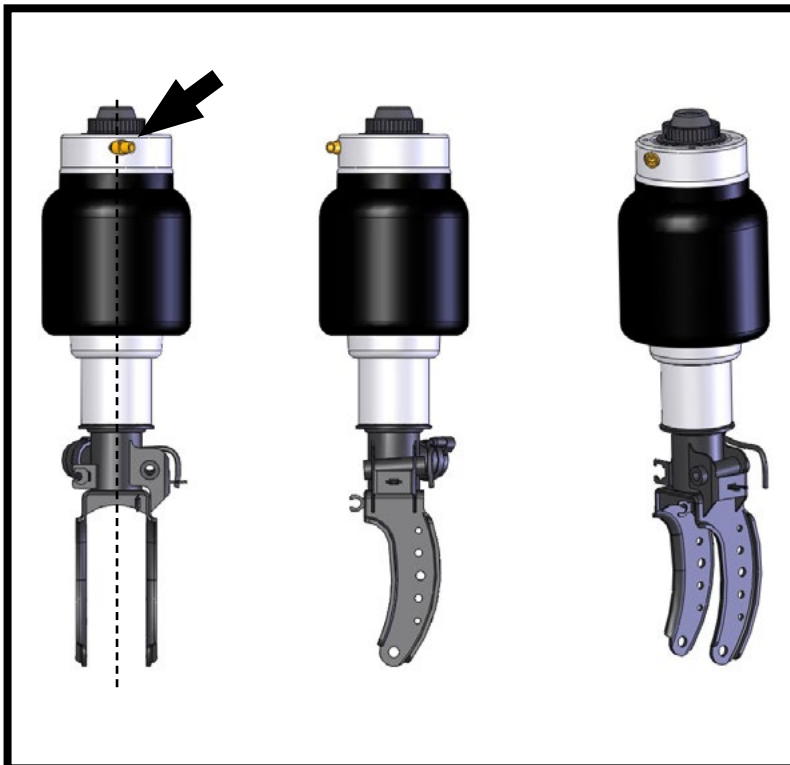

FIGURA 30-4
4. ALLINEARE L'INGRESSO ARIA ALLE FORCELLE DELL'AMMORTIZZATORE (FIGURA 30-4).